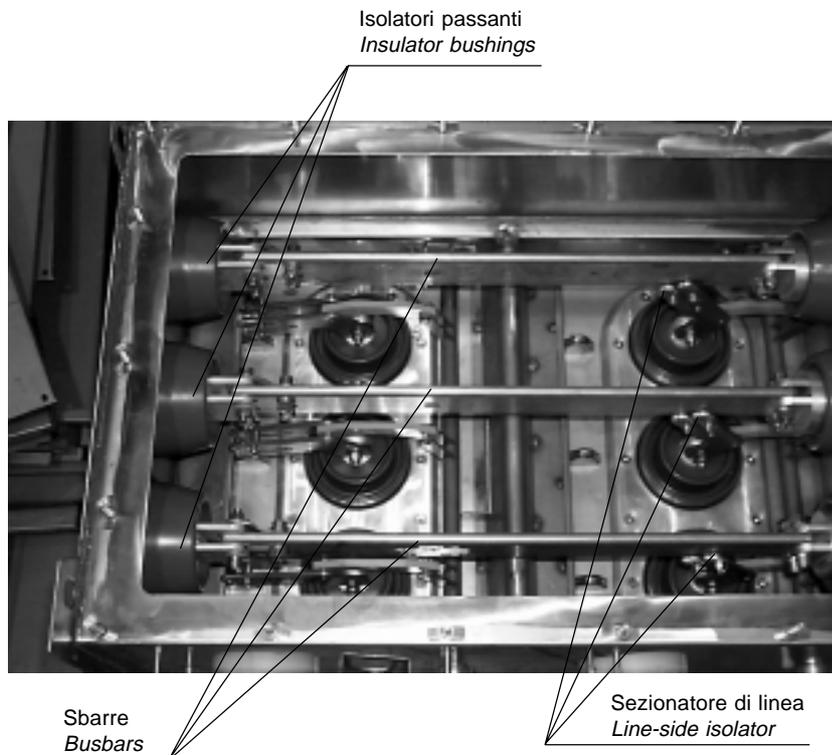

Fig. 9
- Sezionatore di linea (SD) fig. 9, permette di sezionare completamente l'interruttore dalle sbarre principali, è situato nella cella sbarre e può assumere le posizioni linea-isolato-terra. La posizione dell'apparecchio è visibile dall'oblò di ispezione.
- Earthing switch (SD) fig. 9 which allows the circuit-breaker to be completely isolated from the main busbars. It is located in the busbar compartment and can take up the line-isolated-earthed positions. The position of the apparatus can be seen through the inspection window.